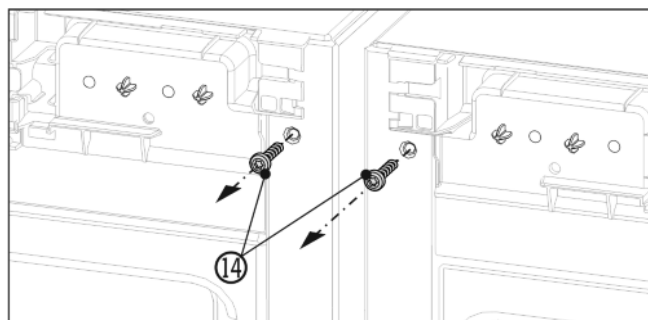

Fig. 6
- ▶ Inden den øverste vinkel monteres, skrues begge jordingskruer Fig. 6 (14) ud.